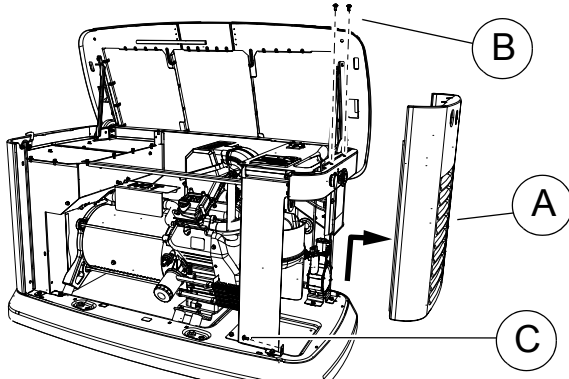

Figure 3-2. Retrait du panneau d'entrée d'air
Voir la section **Figure 3-2**. Vous devez retirer le panneau d'entrée d'air (A) pour accéder au logement à batterie, au régulateur de carburant et au piège à sédiments.
2. À l'aide d'une clé hexagonale, retirez les deux vis de montage (B) et la vis du support en L (C).